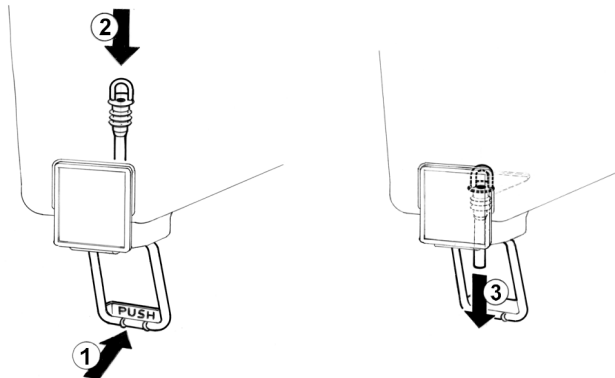

figura 4
2 Rubinetto a gommino: premere (1) la leva comando rubinetto e inserire (2) il gommino rubinetto nel contenitore. Tirare (3) verso il basso l'estremità del gommino fino ad assestarlo completamente (vedere figura 4).